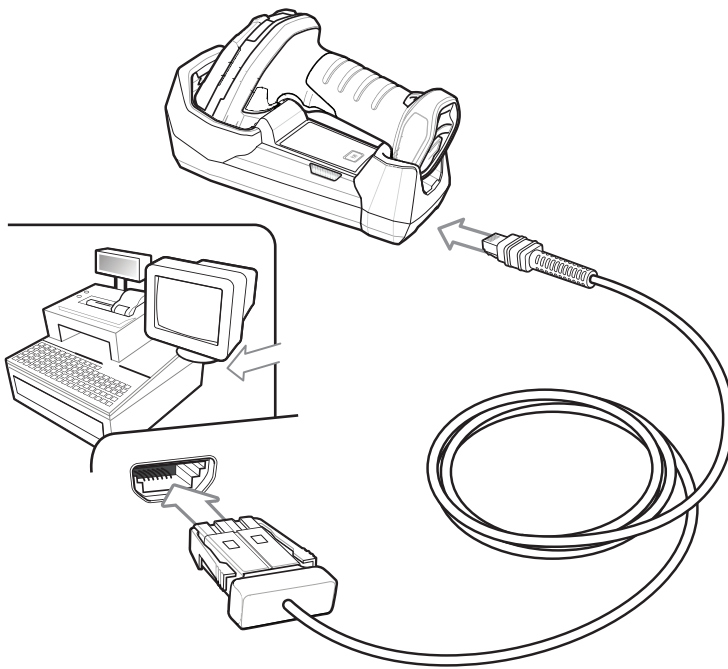

図 9-2 LI3678 コードレス リニア イメージャ IBM 接続
- ✓ **注** 必要なインタフェース ケーブルは、設定によって異なります。図 9-2 のイラストに示したコネクタは、あくまでも例です。コネクタはイラストと異なる場合がありますが、クレードルを接続する手順は同じです。